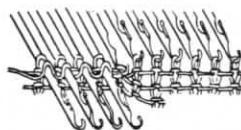

Fig. 62
- d) Repetir después de \* a \* hasta que los escalones estén terminados. Poner las palancas de recogida en posición 2 y continuar tejiendo (Fig. 62 a 65).